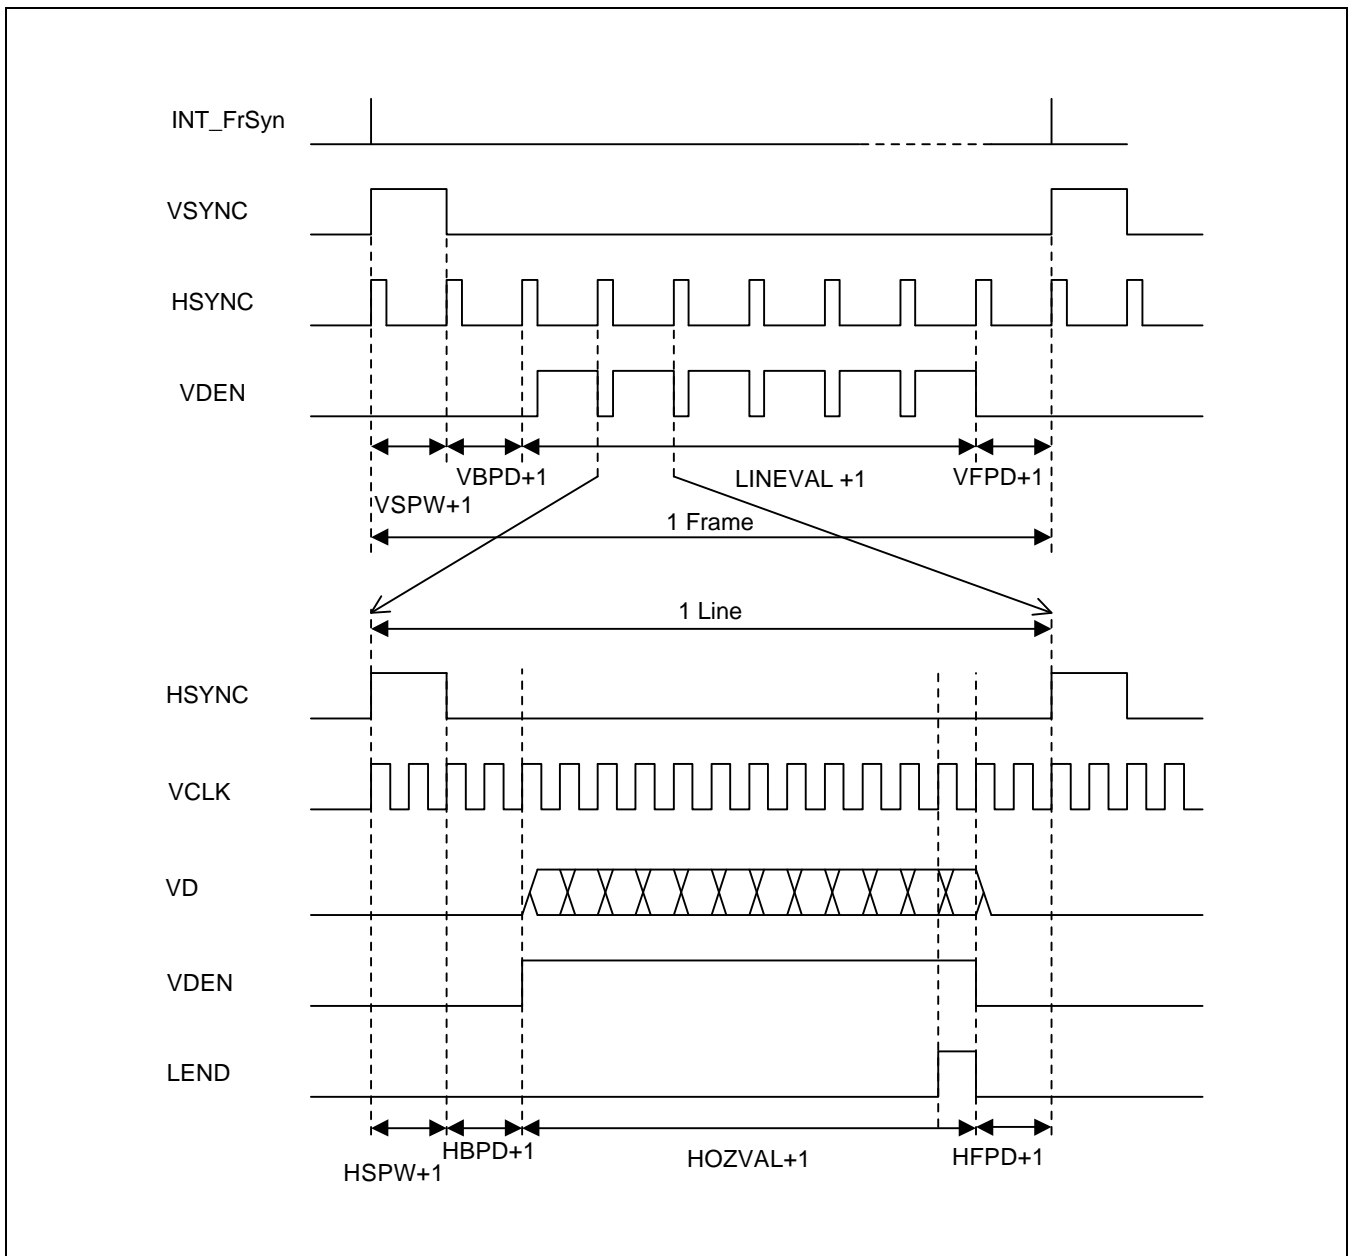

Figure 15-6. TFT LCD Timing Example
27. LCD CONTROLLER : 15-22 : Figure 15-6 : 01/20/2003
Changed Figure 15-6.